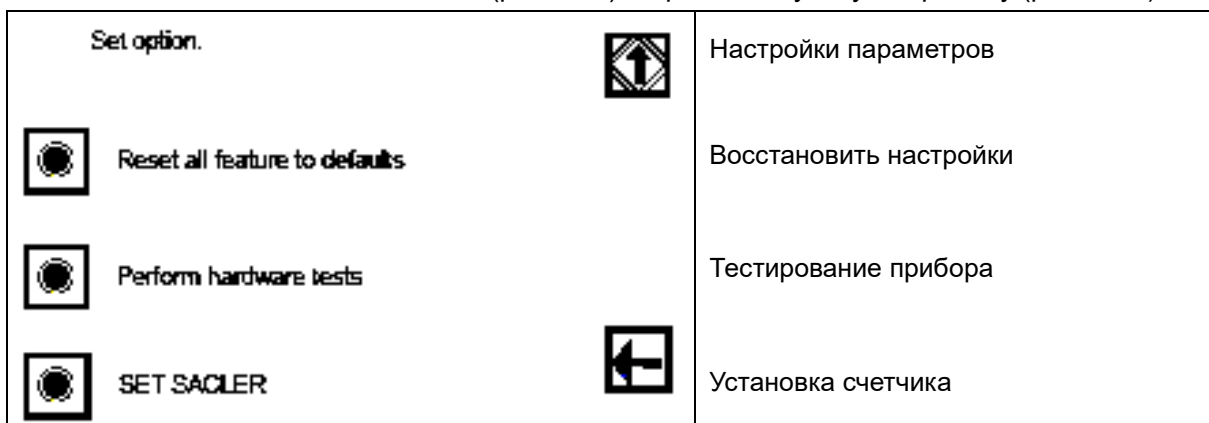
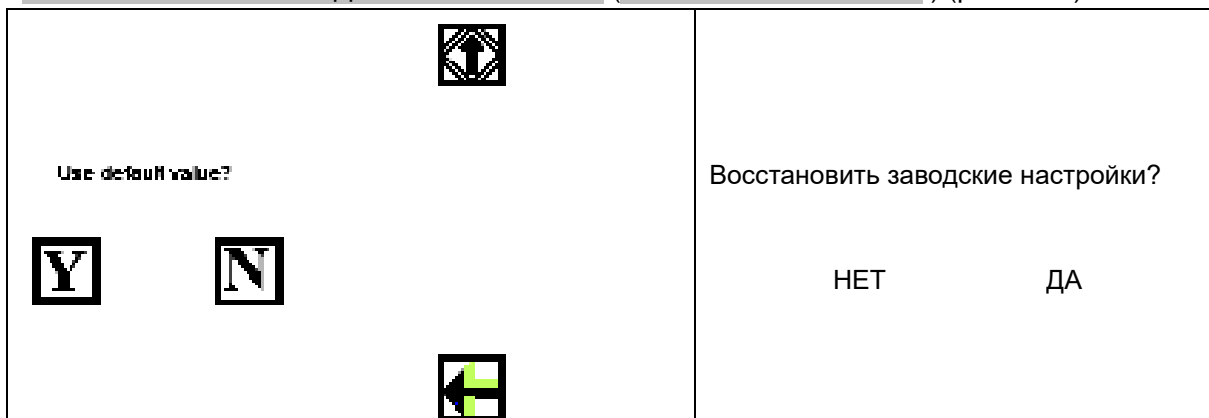
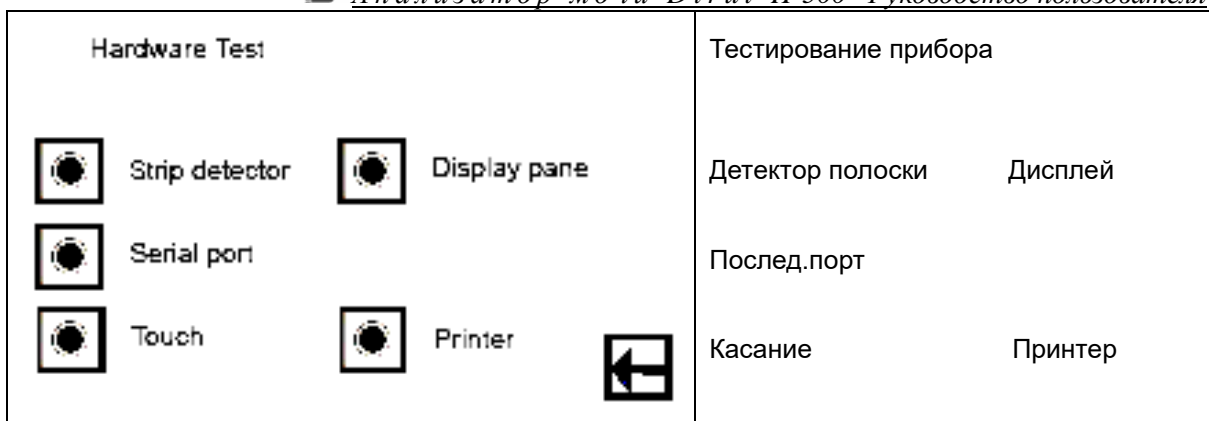

Рис. 3-32
Рис. 3-33
Рис. 3-34
Касание кнопки  в Подменю 5 (рис.3-30) откроет следующую страницу (рис. 3-32):
Нажмите кнопку  перед строкой **ВОССТАНОВИТЬ НАСТРОЙКИ (RESET ALL FEATURES TO DEFAULTS)** (рис. 3-32) и на экране откроется следующее окно **ВОССТАНОВИТЬ ЗАВОДСКИЕ ЗНАЧЕНИЯ? (USE DEFAULT VALUE?)** (рис. 3-33):
Нажмите кнопку , чтобы вернуться к работе с параметрами стандартной настройки (табл. 3-11). А затем вернитесь в подменю рис. 3-32. Либо нажмите кнопку , чтобы отменить установку и вернуться в подменю рис. 3-32.
Касание кнопки  перед строкой **PERFORM HARDWARE TESTS (ТЕСТИРОВАНИЕ ПРИБОРА)** в Подменю 6 (рис. 3-32) откроет на экране следующее окно (рис. 3-34):
- Касание кнопки  перед строкой **ДИСПЛЕЙ (DISPLAY PANEL)** запускает проверку экрана, засветятся все точки, нажав любую точку, появятся яркие и тусклые полоски. Нажав вновь любую точку на экране, вернется предыдущее окно (рис. 3-34).